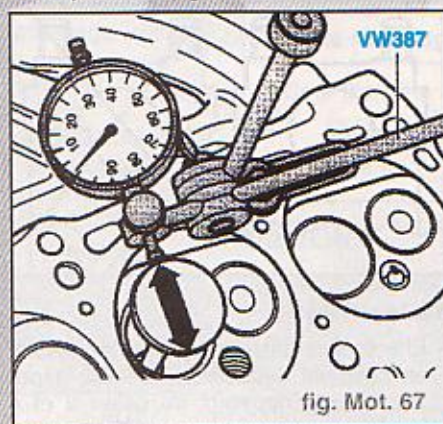

fig. Mot. 67
- Contrôler le basculement de la soupape à l'aide du support **VW387** et d'un comparateur (fig. Mot. 67).